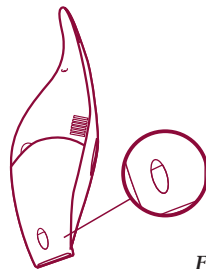

Fig. 9
- Kontrollér væskenniveauet i beholderen regelmæssigt. Benyt vinduet i bunden af apparatet for at se, hvor meget væske, der er blevet støvsuget. Hold apparatet lodret og sørg for, at mundstykket vender nedad. (fig. 9)